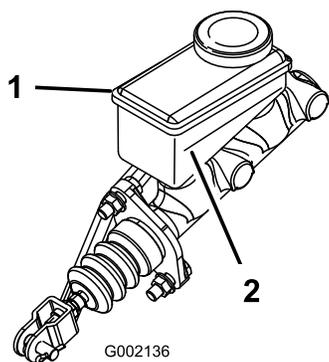

Bild 37
3. Schauen Sie an der Seite des Behälters und stellen Sie sicher, dass der Ölstand über der Minimum-Markierung liegt (Bild 37).